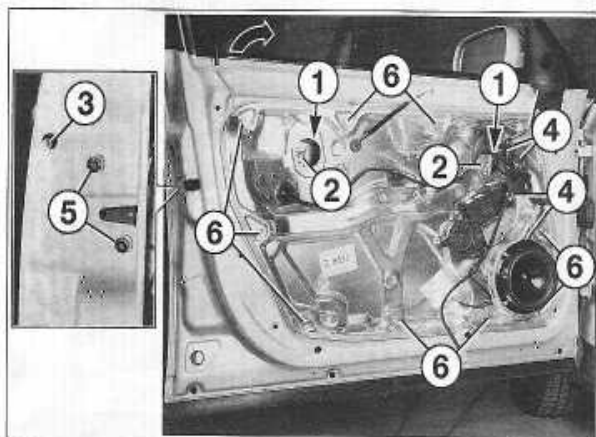

FIGURE 11-15
- Retirer les caches (1) des vis de retenu de la glace (figure 11-15).
- Abaisser la glace jusqu'à ce que les systèmes de serrage (2) soient accessibles, les desserrer et écarter les mâchoires de calage (figure 11-15).
- Retirer l'obturateur et dévisser, jusqu'en butée, la fixation (3) de l'enjoliveur de barillet sur le champ de porte (figure 11-15).
- Débrancher les connecteurs des différents éléments (4) (figure 11-15).
- les vis de fixation (5) de la serrure sur le champ de porte (figure 11-15).
- les vis de fixation (6) de la platine intérieure de porte (figure 11-15).